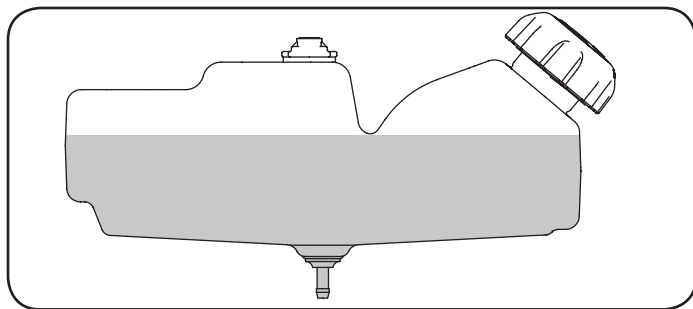

Figura 18
3. Cargue el depósito hasta que el combustible llegue a 1/2 pulgada por debajo de la base del cuello de llenado para dejar espacio para la expansión del combustible. Tenga cuidado de no llenar en exceso. Vea la Figura 18.